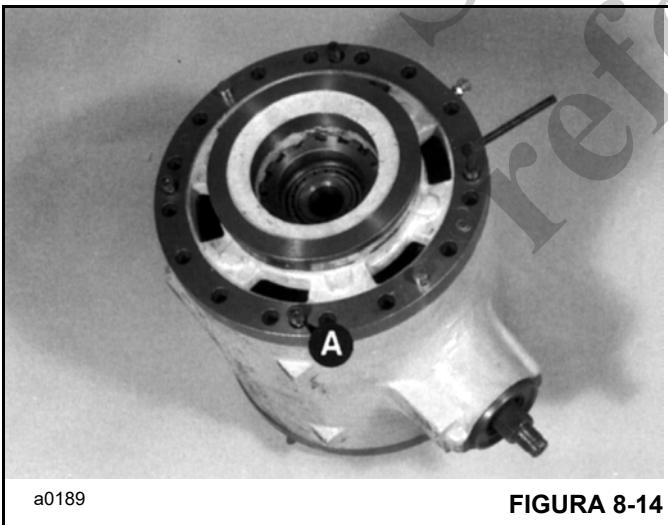

FIGURA 8-14
5. Coloque la cabeza motriz como se ilustra en la Figura 8-14, con la corona en la parte superior. Retire los pernos **A**.